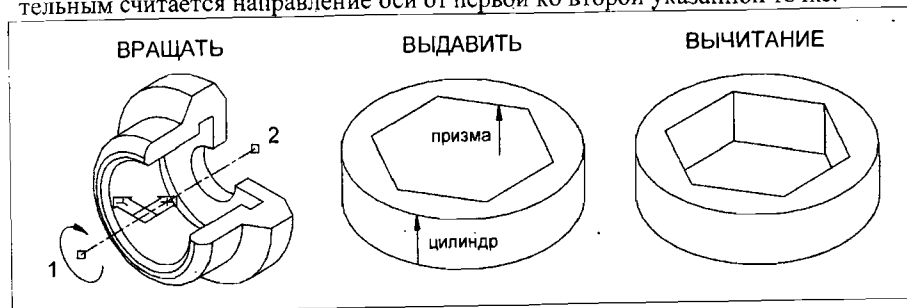

Рис.23
1. Командой ВРАЩАТЬ (REVOLVE) создать тело вращения путем поворота профиля сечения вокруг оси детали на угол 270° (рис.23).